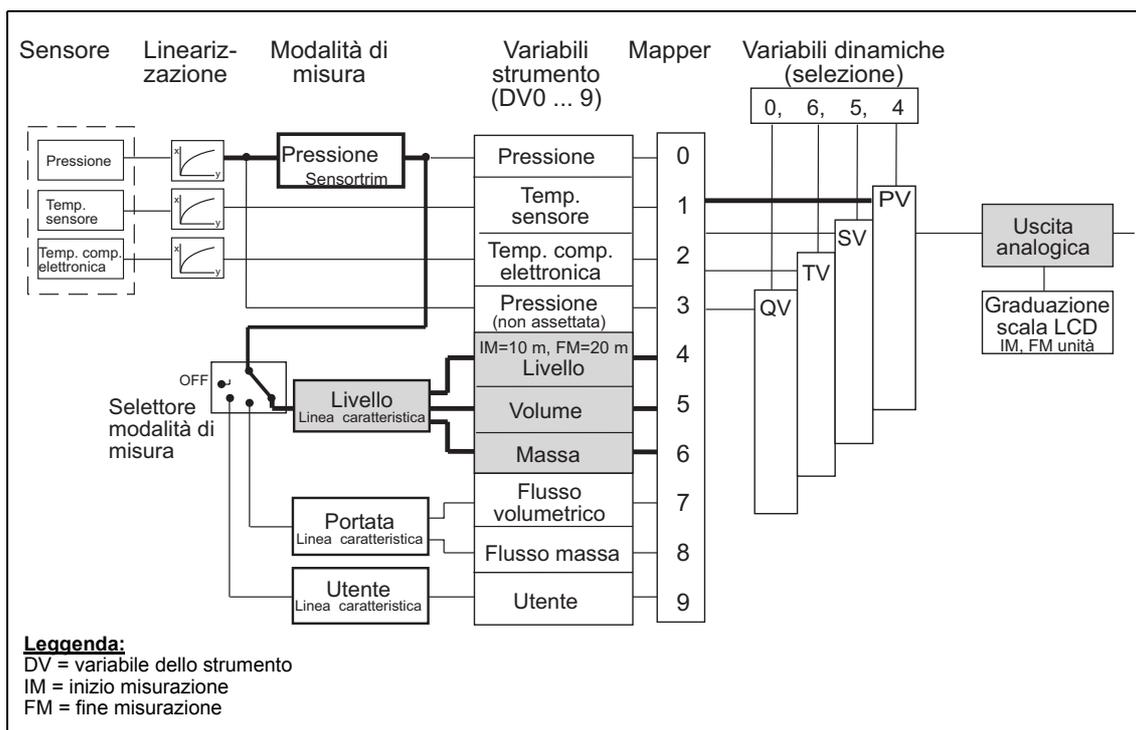
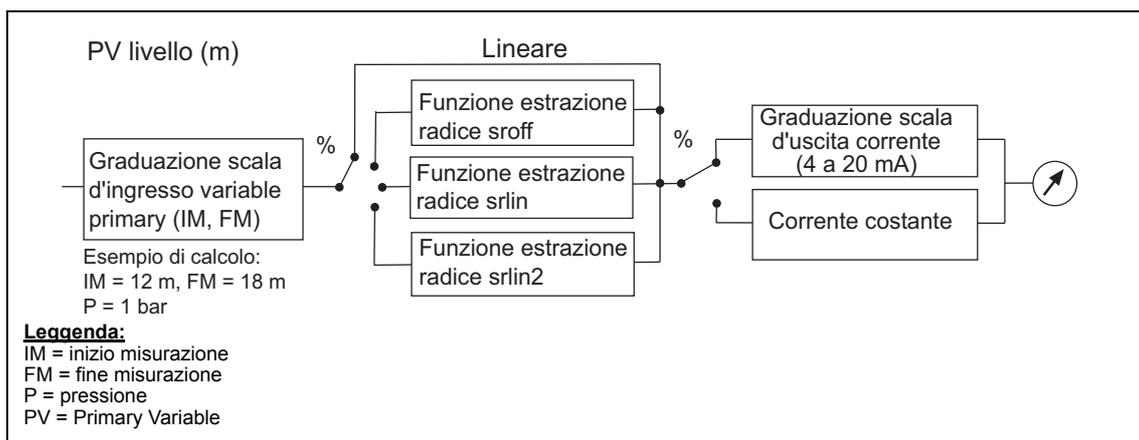

Figura 31 Graduazione della scala "Uscita analogica"
Figura 32 Blocco d'uscita analogica
Nell'impiego del blocco di flusso, eventualmente le altre linee caratteristiche d'estrazione della radice devono essere disattivate (Figura 32, p. 62).
Il blocco d'uscita analogico converte il valore messo a disposizione dalla variabile dinamica PV in un valore di corrente da 4 fino a 20 mA. Azionando il selettore della modalità di misura potete dapprima determinare automaticamente l'inizio e la fine della misurazione, che in questo caso devono corrispondere al valore di corrente 4 e 20 mA. In via standard vengono utilizzati i valori limite della rispettiva variabile dello strumento, cioè quelli che sono stati immessi per la parametrizzazione della vostra modalità di misura, per la graduazione della scala dell'uscita analogica (Figura 31, p. 61 "Uscita analogica"). Ciò significa: in una variabile dello strumento "livello" come Primary Variable (PV), 10 m corrisponderebbero al valore di 4 mA e 20 m al valore di 20 mA. Potete comunque modificare ancora una volta questa preimpostazione nel blocco dell'uscita analogica, limitando il campo delle variabili dello strumento "livello" per la graduazione della scala della corrente d'uscita ad esempio a 12 fino 18 m (Figura 32, p. 62). La demoltiplicazione non ha alcun influsso alla precedente graduazione della scala di blocco. In questo caso, con un'altezza misurata a 12 m risulterà un valore di corrente di 4 mA mentre in 18 m un valore di corrente di 20 mA in uscita.